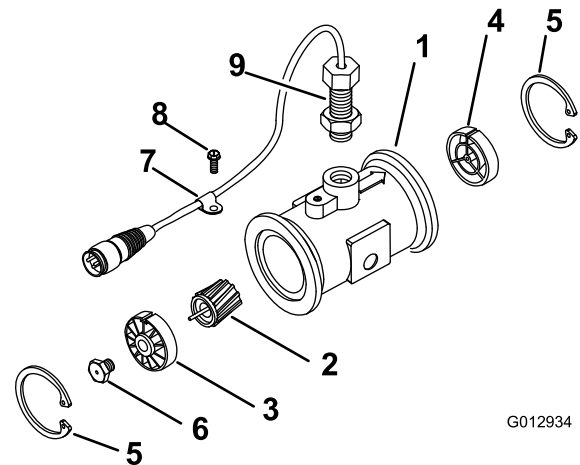

Figura 73
3. Rimuovete l'anello di ritenuta sul lato a monte (Figura 73).